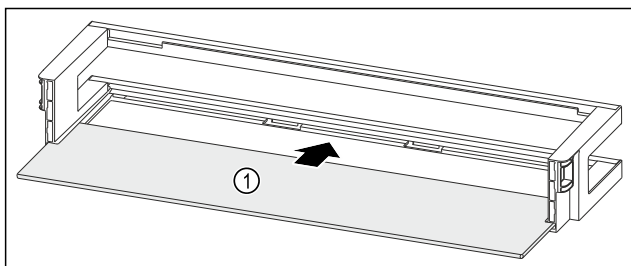

Fig. 204 Oviteline säilytyshyllyn kanssa
- Työnnä säilytyshylly Fig. 204 (1) sivuilla oleviin koloihin.